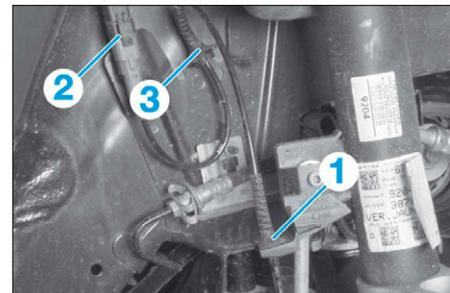

FIG. 35
- Dégrafer le faisceau (1) du passage de roue (Fig.35).
- Débrancher le connecteur (2).
- Dégrafer le faisceau (3).